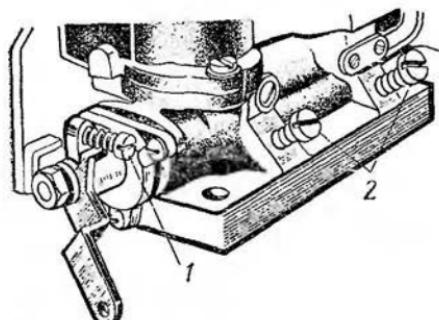

Рис. 10. Регулировочные винты карбюратора
**Регулировку холостого хода** выполняют упорным винтом 1 (рис. 10), ограничивающим закрытие дросселей, и двумя винтами 2, изменяющими состав рабочей смеси, на хорошо прогретом двигателе и при исправной системе зажигания. Особое внимание должно быть уделено исправности свечей зажигания и правильности зазора в их электродах.